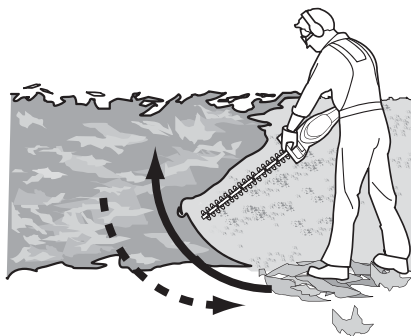

Fig. 21
- > Commencez par les côtés de la haie, en coupant de bas en haut. Ceci permet d'éviter la chute des coupures dans la trajectoire de la lame (Fig. 21).